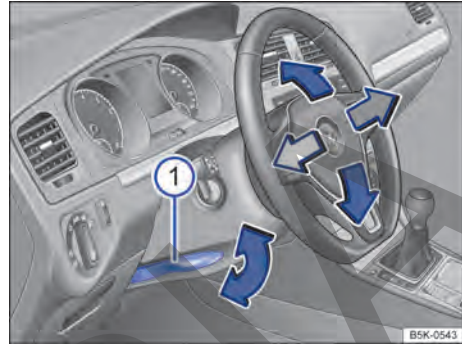

Fig. 69 Debajo del volante, en el guarnecido de la columna de dirección: palanca para el ajuste manual de la posición del volante.
- Tire hacia abajo de la palanca → **fig. 69** ①.
- Después del ajuste, presione siempre la palanca → fig. 69  firmemente hacia arriba para que no se modifique la posición del volante accidentalmente durante la marcha.